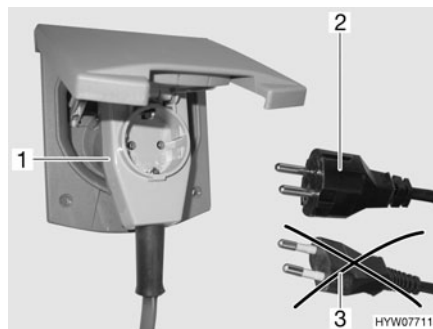

Fig. 87 Raccordement à un adaptateur coudé avec prise de courant
- ▶ Lors de l'utilisation d'un adaptateur coudé CEE 17 muni d'une prise à l'arrière (Fig. 87,1), se servir uniquement d'un connecteur en caoutchouc et scellé IP 44 avec contact de mise à la terre (Fig. 87,2). Ne pas utiliser de connecteur sans contact de mise à la terre (Fig. 87,3). Danger d'électrocution !